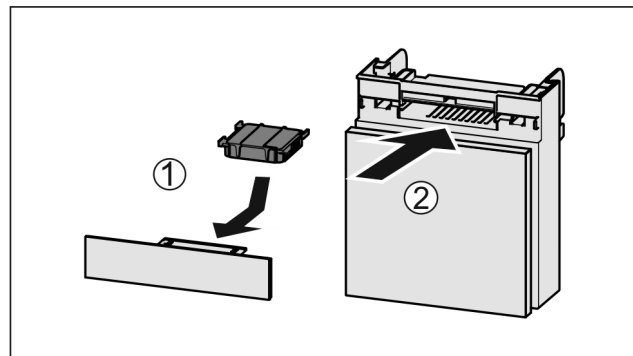

Fig. 176
- Filtr s aktivním uhlím vložte podle vyobrazení Fig. 176 (1).
- Zásuvku zasuňte Fig. 176 (2).